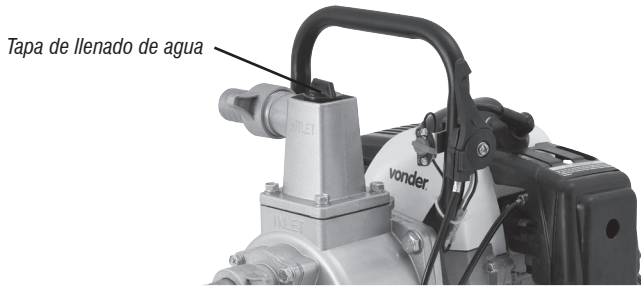

fig. 6 – Retirando la tapa de llenado de agua
- 1 – Retire la tapa de llenado de agua (fig. 6);